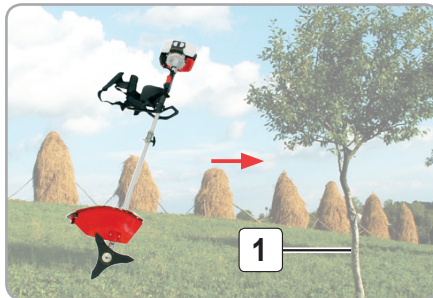

Fig.11
- Înainte să începeți să cosiți fixați-vă un punct de reper (1) orientativ către care urmează să vă deplasați. Cosirea se poate face prin orientarea mânerelor consecutiv către dreapta sau stânga în funcție de modul propriu de cosit (fig.11).